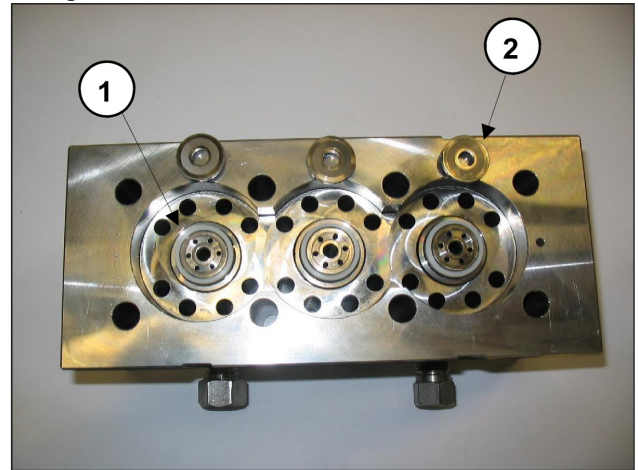

Fig. 41
**Durant le démontage des chemises, faire attention à ne pas perdre les sièges de soupape ① et les soupapes plates ② comme le montre la Fig. 41 car elles pourraient tomber du fait qu'elles sont simplement posées sur le fond.**